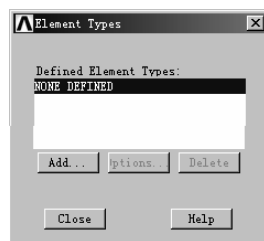

图 1-30 单元类型对话框
(1) 定义单元类型。单元（Element）是 ANSYS 进行有限元计算使用的模型类型，可以根据维度分为点、线、面等各种维度的单元，也可以根据分析类型分为适用于结构场、热场、电场或磁场等的单元。设定好单元后，要对选定的单元引用号（Element Type reference number），后续分析中将使用此编号来选定单元。选择路径 Main Menu → Preprocessor → Element Type → Add/Edit/Delete，弹出“Element Types”单元类型对话框，对话框开始显示“NONE DEFINED”（图 1-30），单击“Add...”按钮，弹出“Library of Element Types”单元类型库对话框（图 1-31），在此对话框左边栏中选择“Elec Conduction”，右边滚动栏中选择“3D Line 68”，对话框下面的“Element Type reference number”保持默认值“1”不变。单击“OK”按钮，定义了一个“LINK68”单元，且其单元引用号为“1”（图 1-32）。最后单击“Close”按钮，关闭单元类型对话框。